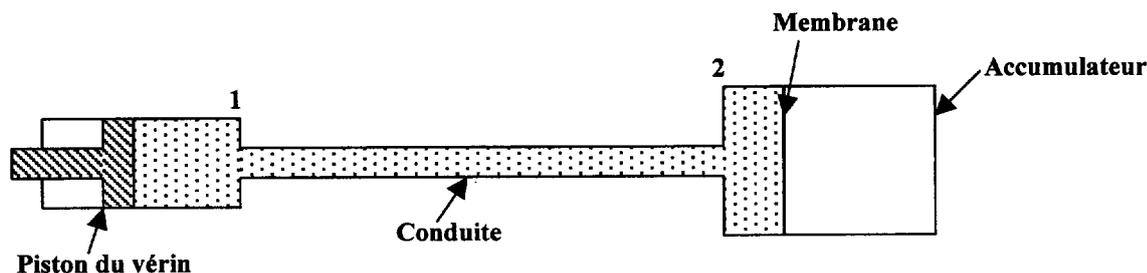

figure 2 : modèle à une dimension
On néglige l'influence de la pesanteur sur l'écoulement. Le problème est alors ramené au modèle unidimensionnel donné en figure 2.
1.1. Ecrire la conservation du débit volumique aux points 1 et 2 (figure 2).
2.2. Appliquer le théorème de Bernoulli entre les points 1 et 2 (figure 2).